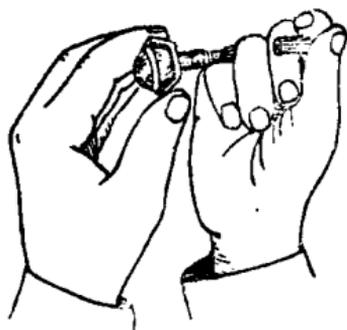

Рис. 60.
5. Осторожно надеть детонатор на трубку с замедлителем (рис. 60).